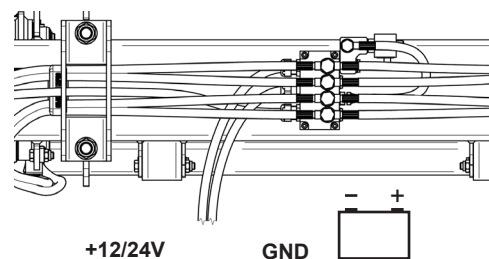

Abbildung 68. Kabel des Lifts für Stromanschluss
2. Schließen Sie den Erdungsanschluss (GND) und +12/24V an den Lift, siehe Abbildung 68. Siehe auch Abschnitt "18.2 Maximaler Stromverbrauch - Kleinster empfohlener Leitungsquerschnitt" auf Seite 80.
3. Montieren Sie eine Brücke zwischen den Eingängen CSPWR und CS, um einen eingeschalteten Fahrerhausschalter CS zu simulieren, siehe Abbildung 68.